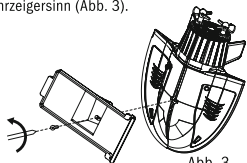

Abb. 3
3. Lösen Sie die Schraube an der Unterseite der Abdeckung. Drehen Sie die Schraube gegen den Uhrzeigersinn (Abb. 3).